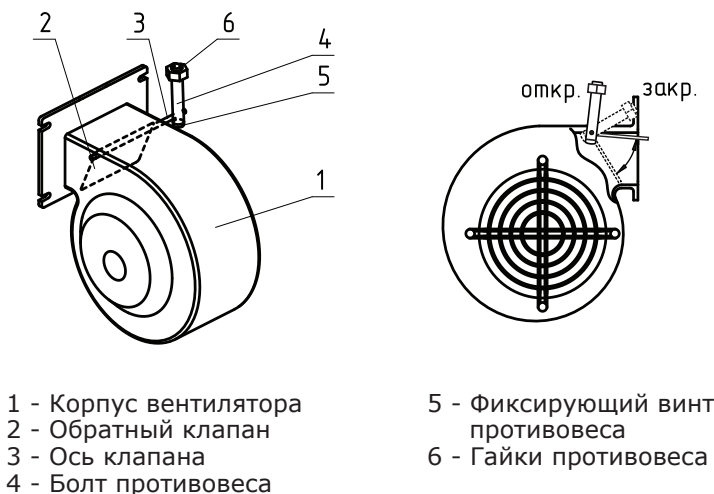

Рис.3 Вентилятор наддува
4.2.2. В процессе первичного запуска котла необходимо произвести настройку обратного клапана вентилятора наддува следуя рекомендациям (п.п. 5.5. и рис. 3), при остановке вентилятора наддува клапан должен закрываться, а при его запуске приоткрываться.
4.7.8. До начала эксплуатации котла обязательно необходимо произвести настройку обратного клапана вентилятора наддува (п.п. 5.5. и рис. 3).
5.5. Вентилятор наддува (рис.3) состоит из корпуса (поз 1), обратного клапана (поз. 2), который имеет два положения, открыто и закрыто, оси клапана (поз. 3), болта противовеса (поз. 4) с фиксирующим винтом (поз.5) и гайками (поз.6).